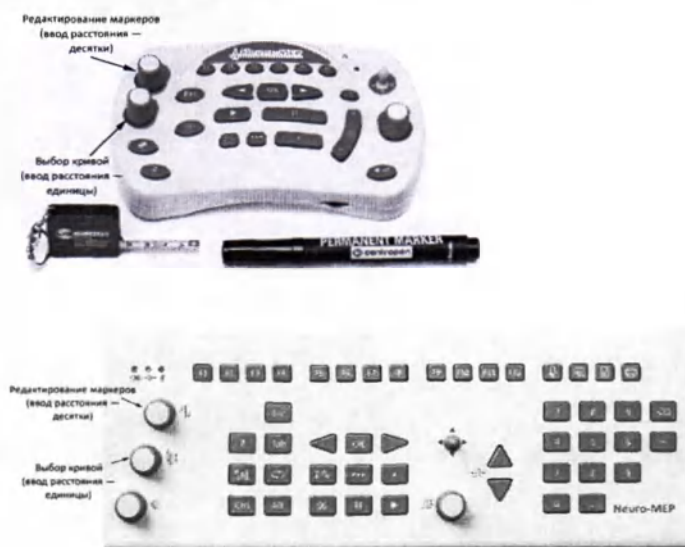
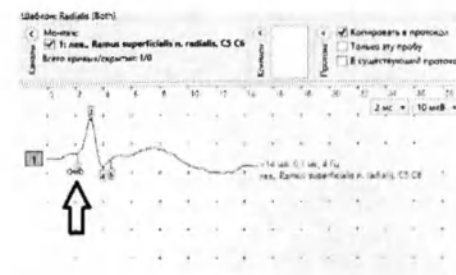

Рис. 71. Основные органы управления функциональной клавиатуры (компактная и расширенная версии клавиатуры)
Рис. 72. Коррекция положения маркера начала ответа
Для ввода расстояния удобно использовать клавишу [F2]. После активации первого места в таблице можно отредактировать указанное расстояние. Для этого используйте цифровые клавиши клавиатуры компьютера или энкодеры функциональной клавиатуры, которые управляют маркерами и проводят выбор кривых. При активации места в таблице ручка управления маркерами меняет десятичные значения, ручка выбора кривых — единичные значения (рис. 71). При наличии расширенной версии клавиатуры расстояния можно вводить с нее с помощью цифровых клавиш.
14. Проведите коррекцию положения маркера начала ответа (рис. 72). Для этого используйте мышшь («перетаскивание» левой кнопкой) или клавиатуру (вращение энкодера, переход к следующему маркеру — нажатие энкодера (рис. 71)).